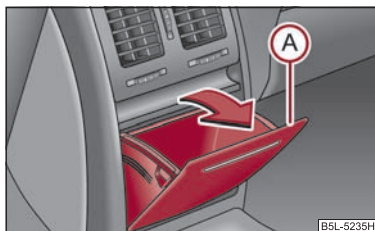

Fig. 102 Consola central trasera: Portaobjetos
- Abra el compartimento guardaobjetos tirando del borde superior del mismo (A) en el sentido de la flecha ⇒ fig. 102.